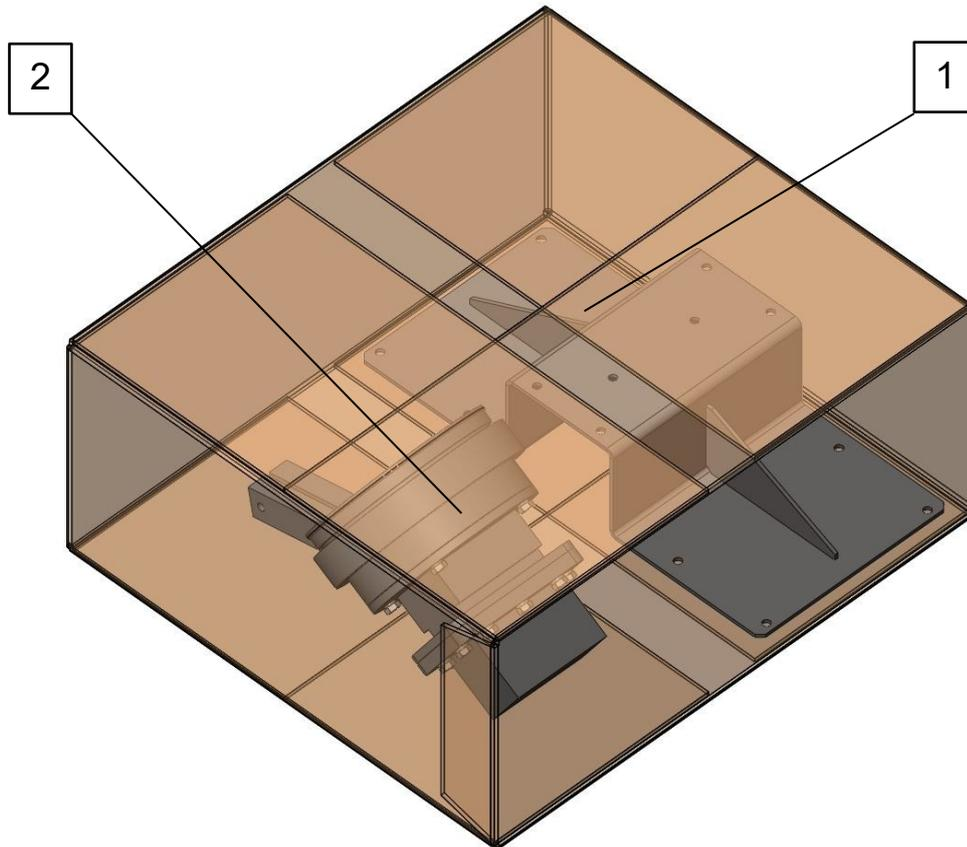

Рисунок 15 – Укладка короба из гофрокартона с облучателем, хомутом и кронштейном монтажным АС
- Кронштейн монтажный АС ТИШЖ.745582.003 (поз.1 рис. 15);
- Облучатель 3,2-3,4 ГГц линейной поляризации ТИШЖ.468573.035 с установленной КВП WR284 и хомутом (поз. 2 на рис. 15);
- Комплект крепежа для сборки антенной системы (на рис. 15 не показан).